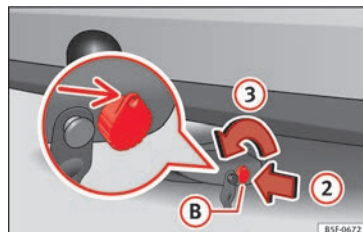

Bild 229 Lås upp
- För in nyckeln **(B)** i låset i pilens riktning **(2)** » bild 229.